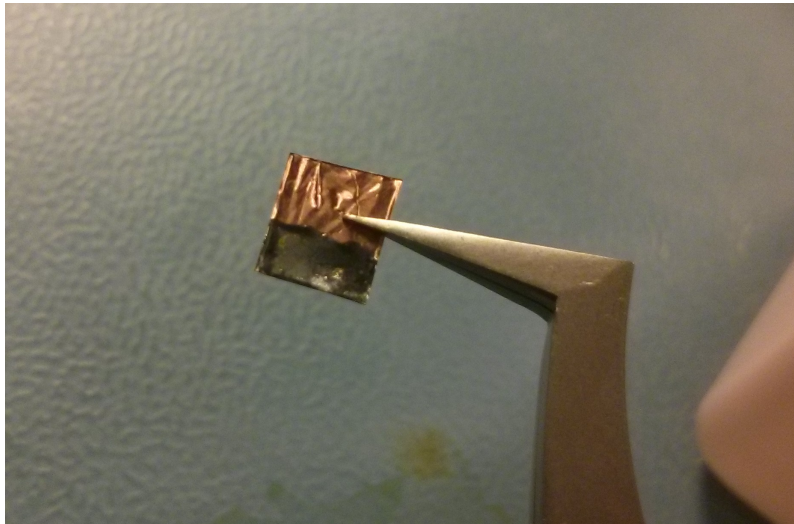

Figure 5: Rengjort tap med loddetin
- På halvdelen af ny tap, hvor den skal loddet, se fig 5